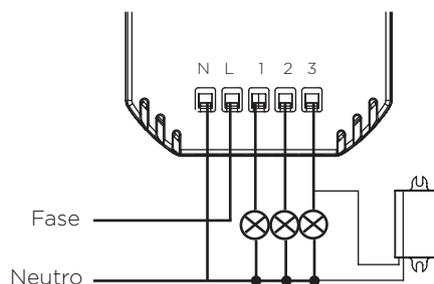

Figura 3. Conexión Eléctrica
- La conexión eléctrica (Figura 3) toma como ejemplo la interfaz de energía inalámbrica (W-KP-POWER-DIM3), donde el LED-FIX1 se conecta al tercer canal, en paralelo e independientemente de la polaridad.